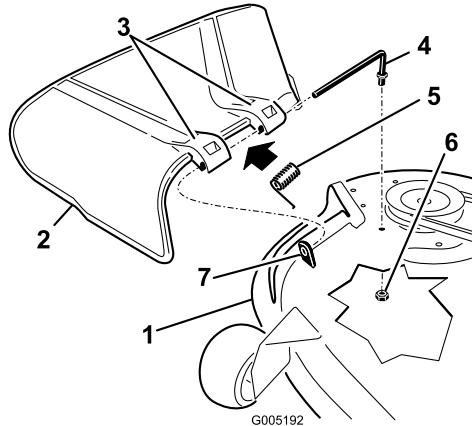

Figura 50
- Localice los elementos mostrados en la Figura 50.
- Retire la tuerca (3/8 pulg.) de la varilla (debajo del cortacésped) (Figura 50).
- Deslice la varilla para retirarla del espacio corto, de la arandela de freno interna, del muelle y del deflector de hierba (Figura 50). Retire el deflector de hierba dañado o desgastado.
- Cambie el deflector de hierba y la arandela de freno interna (Figura 50).
- Coloque el muelle sobre la varilla, con los extremos de los alambres hacia abajo, y entre los soportes del deflector de hierba. Deslice la varilla por el segundo soporte del deflector de hierba y por la arandela de freno interna (Figura 50).
- Introduzca la varilla, en la parte delantera del deflector de hierba, por el espacio corto de la plataforma. Fije el extremo trasero de la varilla en el cortacésped con una tuerca (3/8 pulg.) (Figura 50).